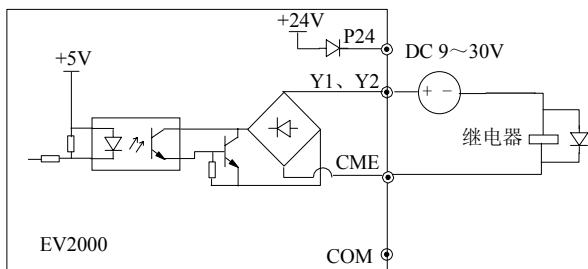

图3-29 多功能输出端子接线方式2
②多功能输出端子Y1、Y2也可使用外部电源，9~30V，接线方式请参见图3-29